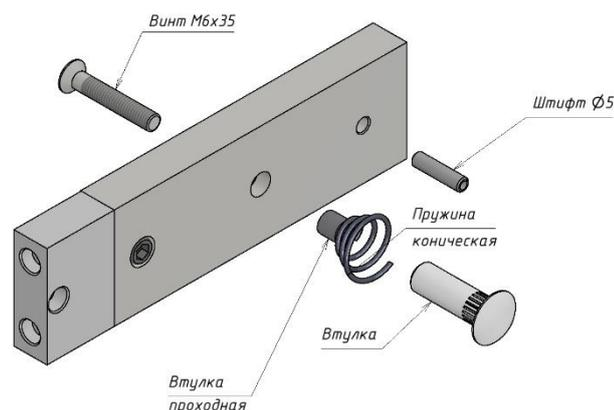

Рисунок 2 - Комплект крепления якоря
- винт М6х16 (потайн.) под ключ S4 (11).....1 шт.
- якорь (12).....1 шт.
- пружина коническая (13) (из комплекта крепления якоря).....1 шт.
- пластина крепления якоря (14).....1 шт.
- комплект крепления якоря (рисунок 2).....1 шт.
- с помощью комплекта крепления якоря с отверстиями в двери для винта крепления якоря и фиксирующего штифта (рисунок 2);